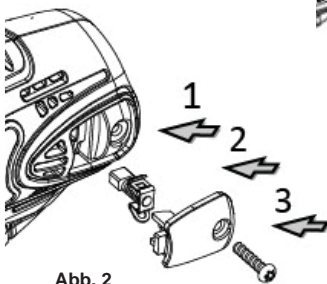

Abb. 2
- B. Austauschen zweier neuer Karbonbürsten an der rechten und linken Seite. (Siehe Abb.2 Schritt 1).
- D. Verwenden Sie einen Schraubendreher zum Anziehen der Schraube der Rückabdeckung des Gehäuses. (Siehe Abb.2, Schritt 2 und 3).